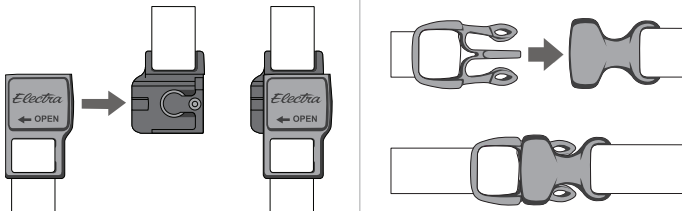

Abb. 10. Kinnriemenschnalle gelöst und geschlossen
2. Verbinden Sie die rechte Schnalle mit der linken Schnalle (Abb. 10).